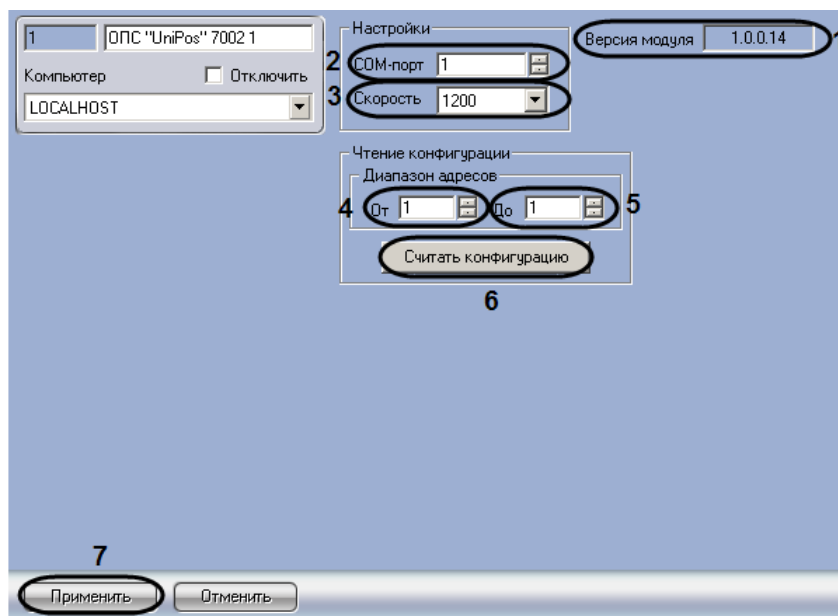

Рис. 3.2-2 Задание параметров системы ОПС UniPos
1. Перейти на панель настройки объекта **ОПС «Unipos» 7002** (Рис. 3.2-2).
Примечание. В поле **Версия модуля** отображается версия модуля интеграции UniPos (см. Рис. 3.2-2).
2. В поле **COM-порт** ввести с помощью кнопок **вверх-вниз** номер COM-порта Сервера *Интеллект*, используемого для подключения к ОПС UniPos через выбранную пожароизвещательную станцию IFS7002 (см. Рис. 3.2-2, 2).
3. Из раскрывающегося списка **Скорость** выбрать скорость передачи данных по протоколу RS232 между Сервером *Интеллект* и подключенной пожароизвещательной станцией IFS7002 (см. Рис. 3.2-2, 3).
4. Считать конфигурацию предварительно инициализированной системы ОПС UniPos. Для этого ввести с помощью кнопок **вверх-вниз** в поля **От** и **До** диапазон адресов компонентов ОПС UniPos (см. Рис. 3.2-2, 4-5).
5. Нажать кнопку **Считать конфигурацию** (см. Рис. 3.2-2, 6).
7. Для сохранения внесенных изменений нажать кнопку **Применить** (см. Рис. 3.2-2, 7).